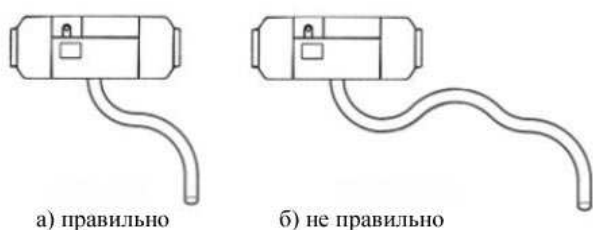

Рис. 19
4.6.3 Обе трубы должны идти в сторону и вниз от печки (Рис. 19), в противном случае в нижней части трубы должно быть сделано отверстие Ø4 мм для слива конденсируемой воды. Если трубе необходим изгиб, радиус должен быть не менее 50 мм. Кроме того сумма всех углов для одной трубы не должны превышать 270°.